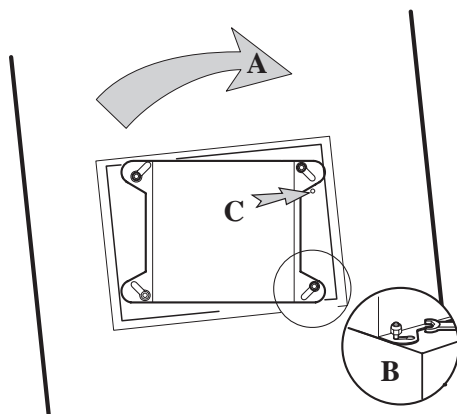

Fig. 11
- Heng opp ventilatoren på bærekonstruksjonen ved å sette de ovennevnte boltene med muttere i sporene på bærekonstruksjonens underside. Vri på ventilatoren til den stopper A (Fig. 11).
- Dra til mutterne B helt (Fig. 11).
- Sikre ventilatoren med en skrue C (Fig. 11)